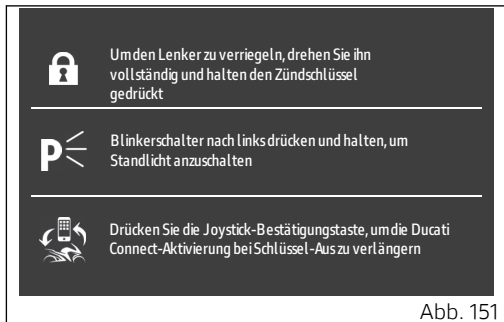

Abb. 151
Soll die Lenkersperre eingelegt werden, müssen der Lenker während der Anzeige der Bildschirmseite (Abb. 151) komplett eingeschlagen und die Taste (1) gedrückt gehalten werden.
Soll das Standlicht eingeschaltet werden, muss die Taste (2) des linken Blinkers während der Anzeige der Bildschirmseite (Abb. 151) gedrückt gehalten werden.
Soll die Verbindung mit Ducati Connect länger aufrecht erhalten werden, muss der Joystick während der Anzeige der Bildschirmseite (Abb. 151) in die Position ENTER (3) geschoben werden. Nach diesem Vorgang wird im Cockpit die Bestätigung der erfolgten Aktivierung angezeigt. Die Verbindung bleibt für weitere 20 Minuten bestehen.